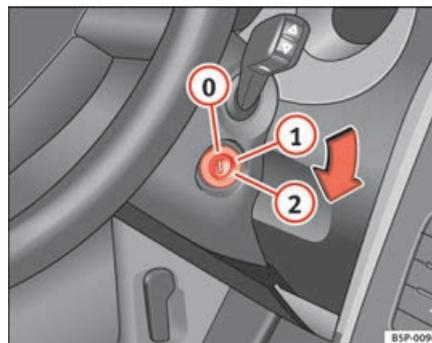

Fig. 100 Positions de la clé de contact
Dans cette position ⇒ fig. 100 l'allumage et le moteur sont déconnectés, ce qui peut bloquer la direction.
- Amenez la clé de contact en position ⇒ page 138, fig. 100 .
- Amenez la clé de contact en position ⇒ page 138, fig. 100 ▶